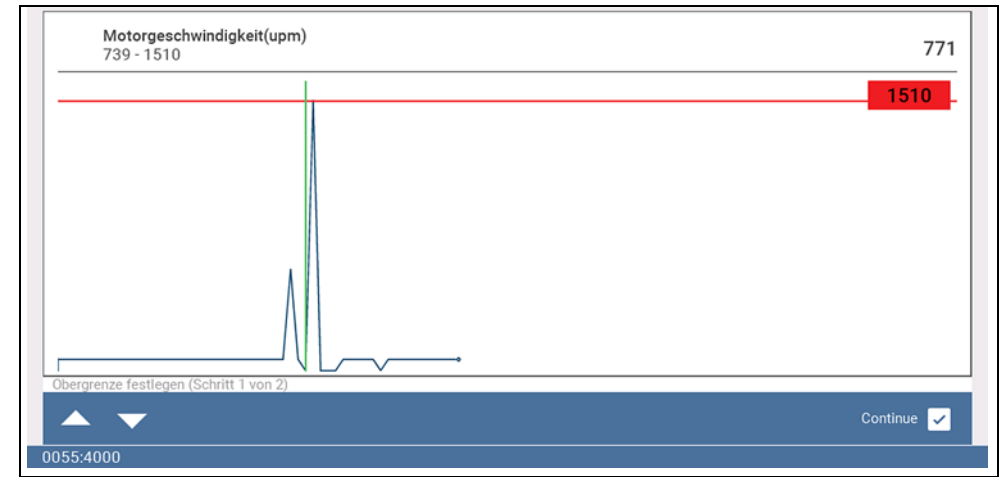

Abbildung 4-26
Eine Grafik der markierten PID und Einrichtungssymbole werden angezeigt (Abbildung 4-26).
Der obere Triggerpunkt muss zuerst eingestellt werden. Eine rote horizontale Linie in der Datengrafik (Abbildung 4-26) stellt den oberen Triggerpunkt dar.
- Ändern Sie mit den Pfeilsymbolen (Abbildung 4-26) in der unteren Werkzeugleiste oder den Pfeilen nach oben ▲ und nach unten ▼ die Position des oberen Triggerpunkts.